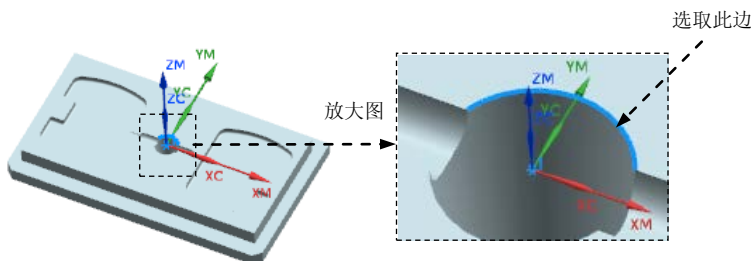

图 18.7 选择孔
(1) 单击“钻”对话框 **指定孔** 右侧的  按钮, 系统弹出“点到点几何体”对话框, 单击 **选择** 按钮, 系统弹出“点位选择”对话框。
(2) 在图形区选取图 18.7 所示的孔边线, 分别单击“点位选择”对话框和“点到点几何体”对话框中的 **确定** 按钮, 返回“钻”对话框。